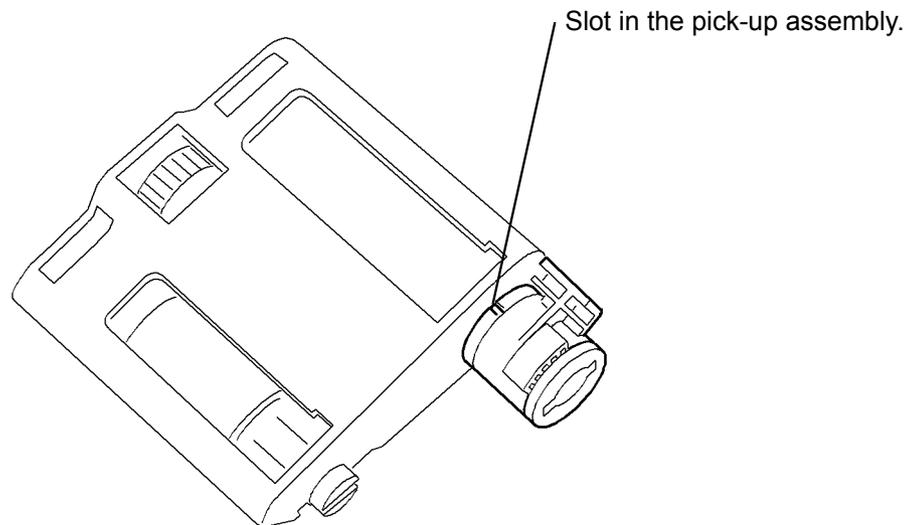

Рисунок 5. Подшипник скольжения
2. При установке подшипника скольжения в узел захвата ADF, убедитесь, что конец пружины введен в паз узла захвата, рисунок 5.